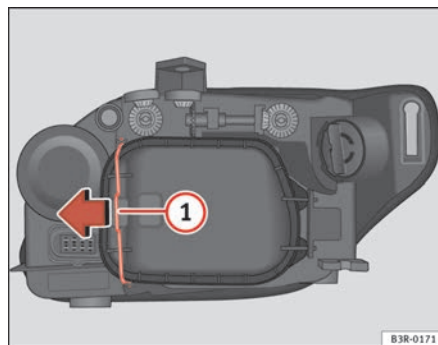

Fig. 204 Anabbaglianti
Anche se non necessario, estrarre prima la copertura $\Rightarrow$ pag. 274, fig. 204, rende più facile la sostituzione. ■
- Far scorrere il tirante ⇒ fig. 204 ① nel senso della freccia e sfilare la copertura separando prima il lato del tirante ed estraendo dopo le due linguette dell'estremità opposta.